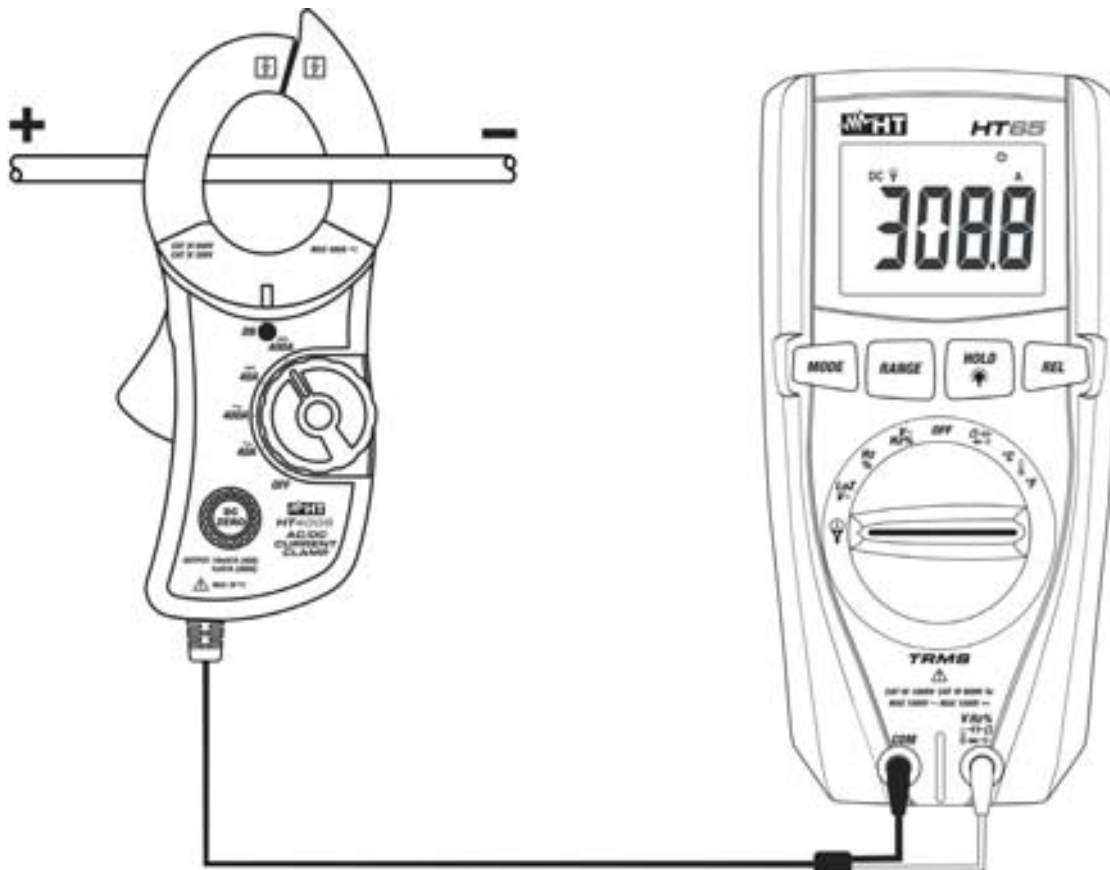

Fig. 10: Utilisation pour mesure de courant CC avec transducteur à pince
5. Insérer le câble dans la mâchoire (voir Fig. 10). La valeur du courant apparaît sur l'écran
4. Insérer le câble dans la mâchoire (voir Fig. 10). La valeur du courant apparaît sur l'écran